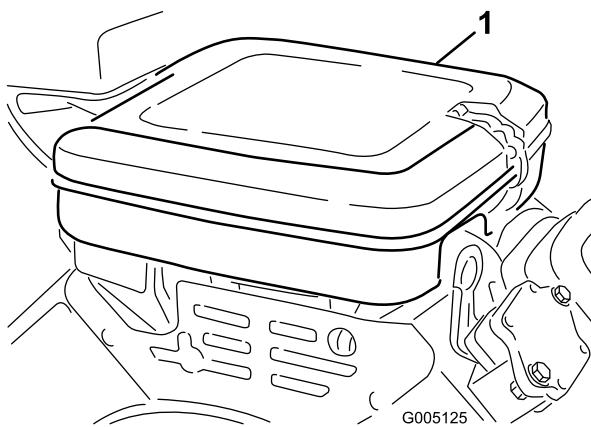

図 41
- ロック用クリップを取り、エアクリーナカバー図41を外す。カバーを丁寧に清掃する。